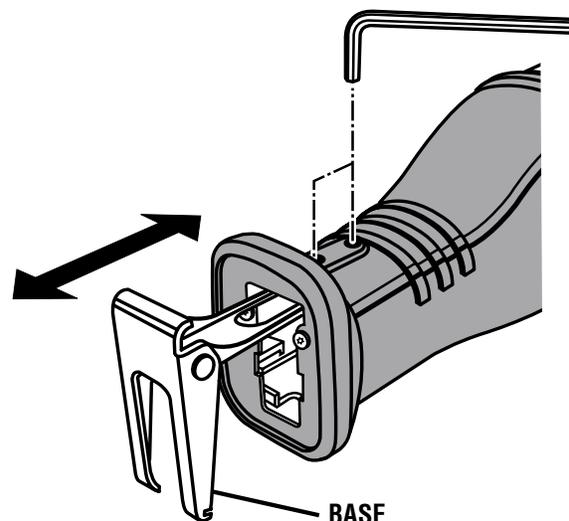

Fig. 4
Voir la figure 4.
- Desserrer les vis du bâti de mécanisme avec la clé hexagonale. Voir la figure 4.